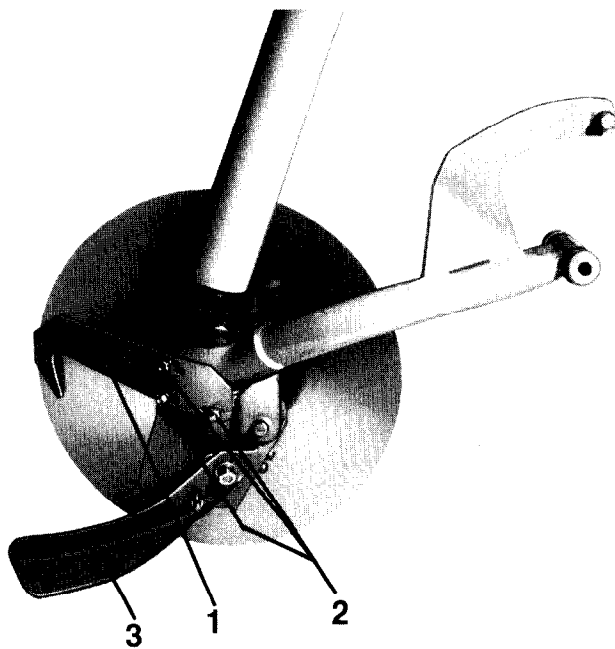

Fig. 4
3.5.2 Rollschare (Fig. 4)
Der federnde Abstreifer (Fig. 4/1) soll so eingestellt sein, daß er die Scheibe am äußeren Rand gerade berührt. Durch die Schrauben (Fig. 4/2) kann diese Einstellung nach aufgetretenem Verschleiß korrigiert werden.
Tiefenbegrenzer für Rollschare (Fig. 4/3).